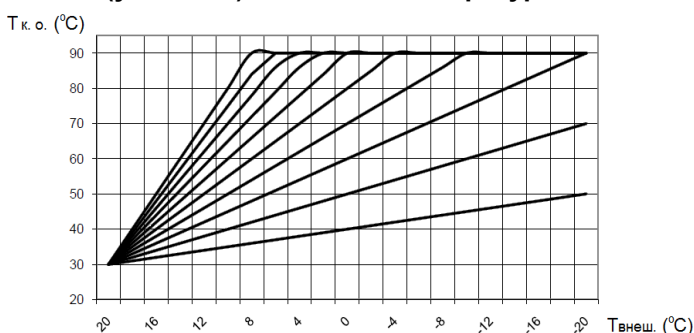

Рис. 4 График зависимости температуры в контуре отопления от внешней температуры при комнатной температуре $20\text{ }^{\circ}\text{C}$
- с помощью изменения значений параметра **P24** подобрать наиболее оптимальную температуру теплоносителя в контуре отопления (см. рисунок 4).